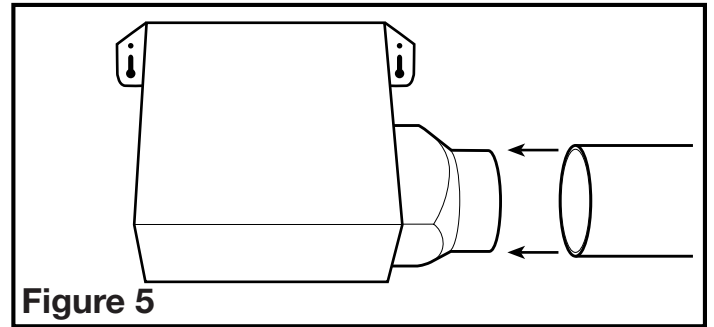

Figure 5
- Raccorder le conduit au collet de conduit du ventilateur (**Figure 5**). Fixer en place à l'aide de ruban ou de serre-joint. Toujours évacuer le ventilateur vers l'extérieur au travers de chapeau mural ou de toit.